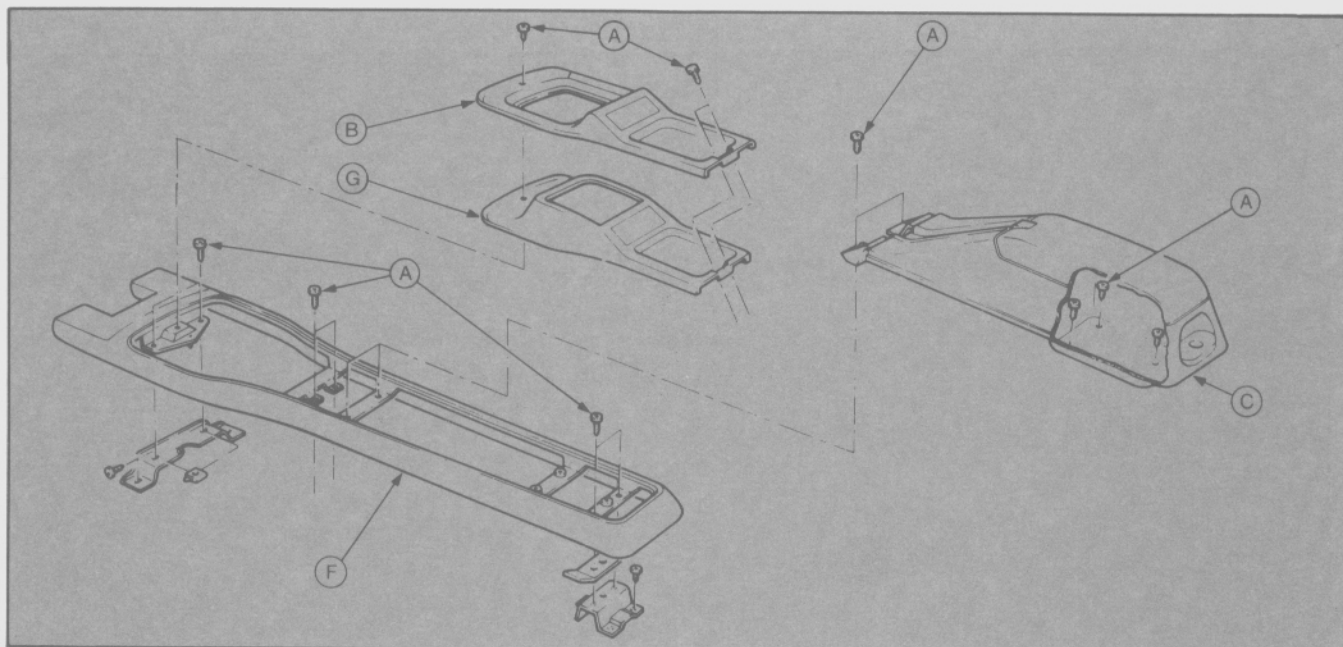

Fig. 14 - Montaje de la consola central (Ghia y XR4).
- Extraer los tres tornillos de sujeción de la consola delantera y retirarla del conjunto (Fig. 14).
- Extraer los cinco tornillos de sujeción de la consola trasera y retirarla del conjunto (Fig. 14).